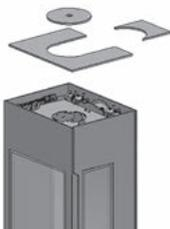

Abb. 5a
1. Dazu entnehmen Sie die oberen Verkleidungsteile der Topplatte. (Abb. 5a).